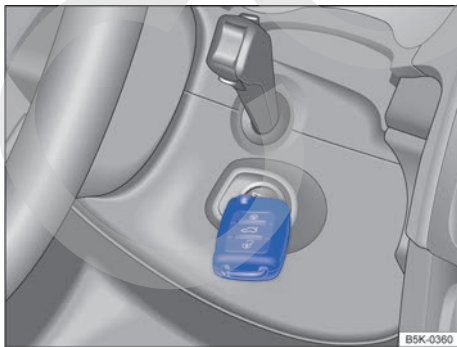

Fig. 102 En el lado derecho de la columna de dirección: función de arranque de emergencia.
- Inmediatamente después de presionar el pulsador de encendido y arranque, mantenga la llave junto al guarnecido derecho de la columna de dirección → fig. 102.